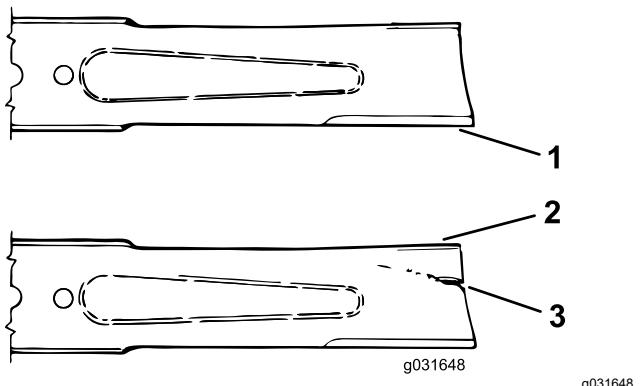

Figure 74
3. Examinez attentivement les tranchants de la lame, particulièrement au point de rencontre de la partie plane et de l'ailette (Figure 74).